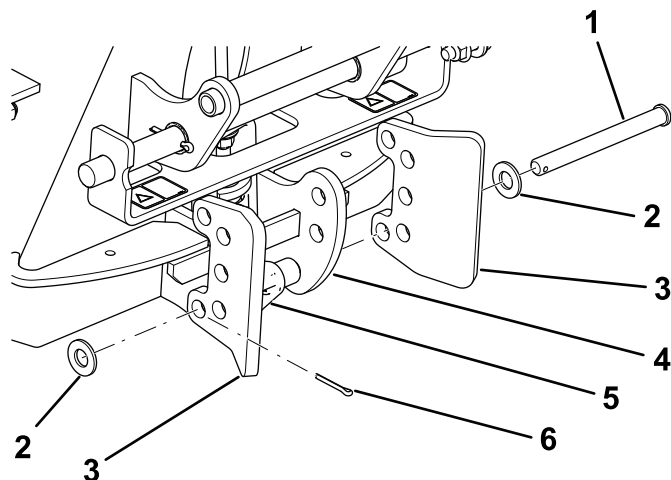
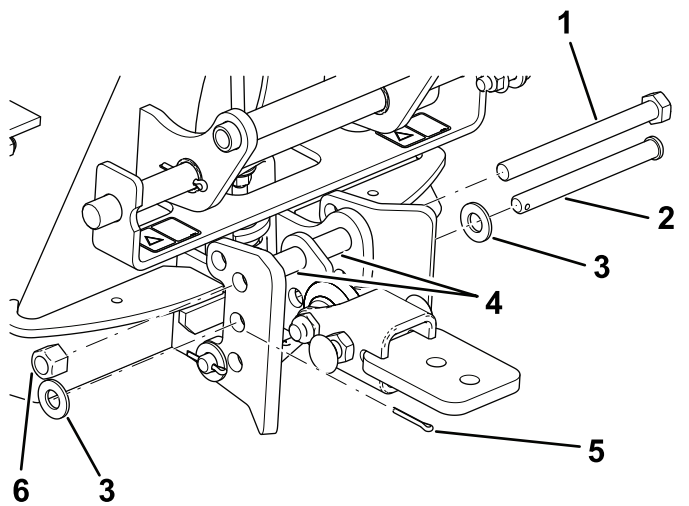

Рисунок 8
Рисунок 9
2. Подсоедините шаровое сцепное устройство в сборе к переходнику, как показано на Рисунок 8 и Рисунок 9.